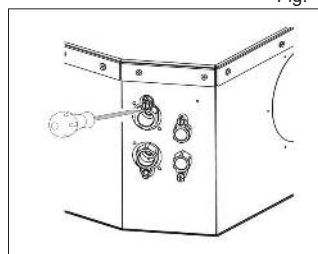

Fig. 1
- Mueva (con un destornillador) el respiradero de la batería (Fig. 1);